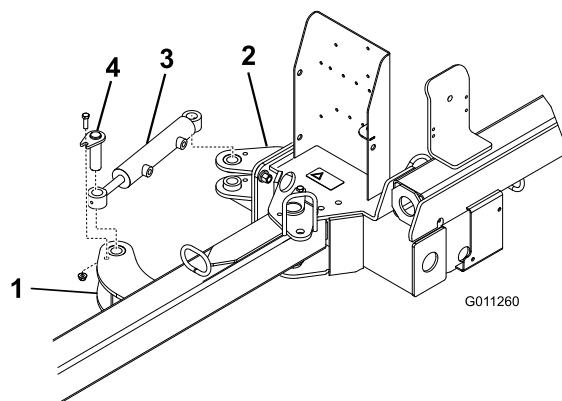

Figura 6
2. Fissate ogni estremità del cilindro idraulico a una linguaetta dell'attuatore con un gruppo perno, un bullone (3/8" x 1 1/4") e un dado flangiato (3/8") (Figura 6).